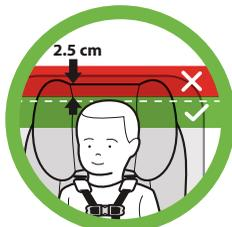

Figure 8
**Orientation vers l'arrière** – Le haut de la tête de l'enfant doit être à au moins 2.5 cm (1 po) sous la partie supérieure de l'Appui-Tête du siège d'auto, tel qu'illustré dans la **Figure 8**. Si le haut de la tête de l'enfant est à moins de 2.5 cm (1 po) sous la partie supérieure de l'appui-tête dans sa position la plus haute, votre enfant est trop grand pour utiliser ce siège d'auto en mode orientation vers l'arrière et devra l'utiliser en mode d'installation orientée vers l'avant.